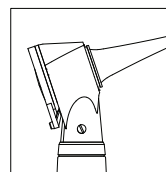

fig.3
- Insérez l'otoscope sur lequel l'embout est monté dans le canal auriculaire du patient (**figure 3**), puis examinez par la fenêtre d'observation qui grossit 3X :